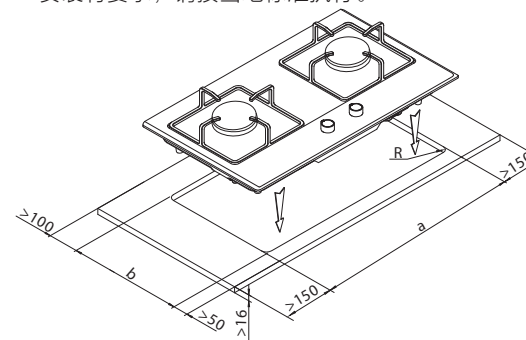

图1
- 灶面上方应留有1000mm以上的空间。如安装吸油烟机，则按吸油烟机的安装要求预留此空间。在灶台面上开嵌装孔，请确保台面开孔与四周保持安全距离。（见图1）